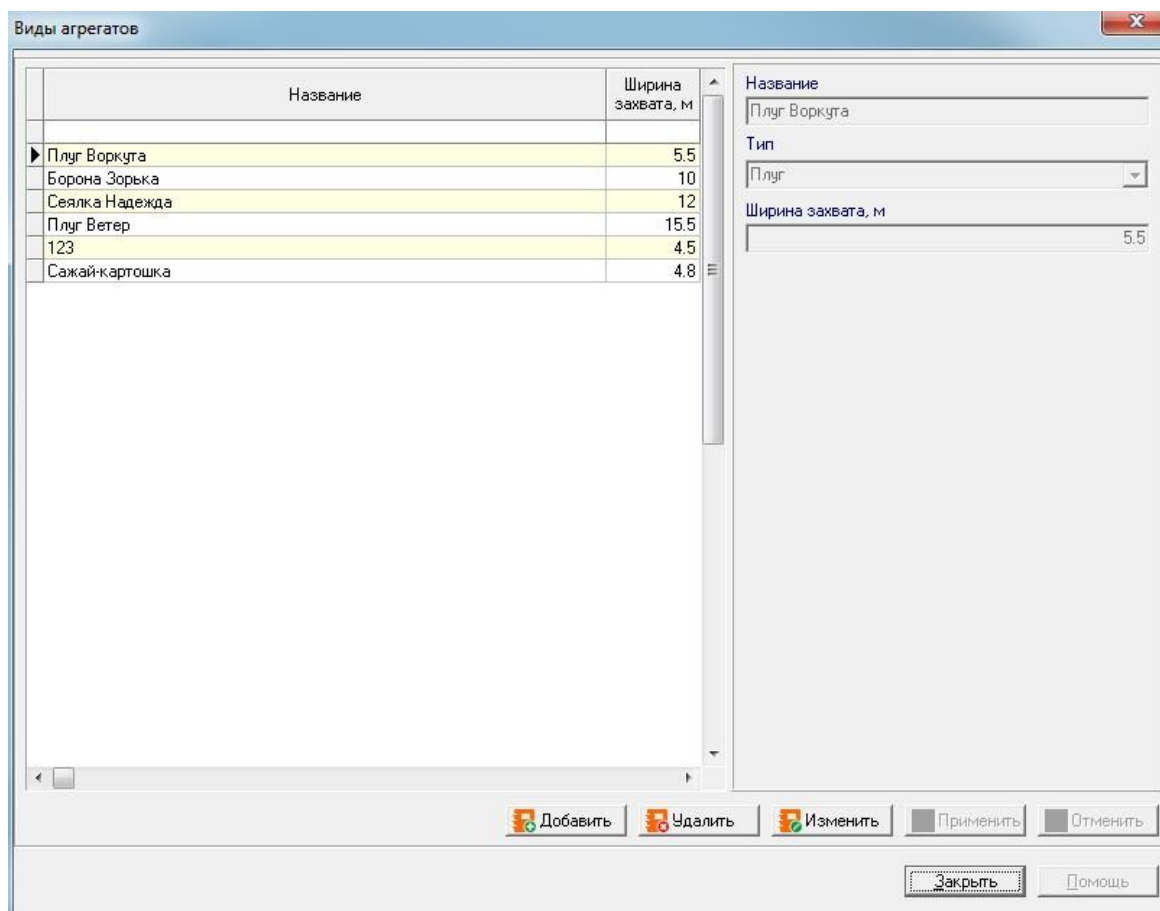

Рисунок 89 – Форма «Виды агрегатов»
- 1) вызвать пункт меню «Справочники» ⇒ «Агрегаты» ⇒ «Виды агрегатов». Программа предоставляет форму соответствующего редактора справочника «Виды агрегатов» (см. Рисунок 89).